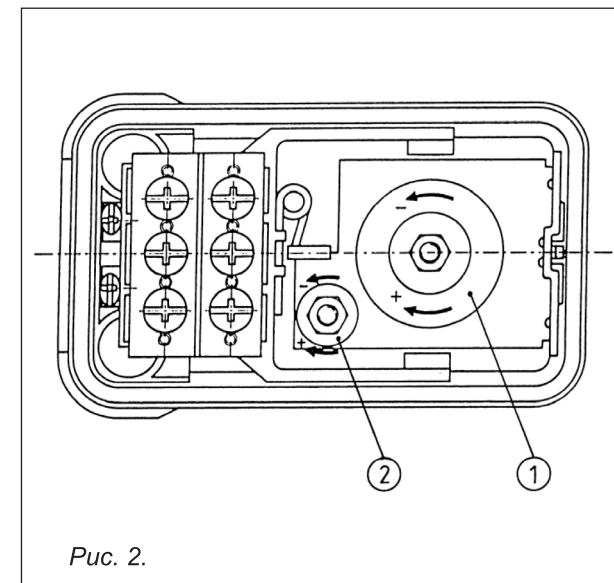

Рис. 2.
- Установить требуемое давление поворотом гайки (рис. 2 поз. 1).
- Проверить давление выключения на манометре и корректировать его, если требуется, поворотом гайки (рис.2 поз. 1),
- Давление включения устанавливается регулировочной гайкой (рис.2, поз. 2),